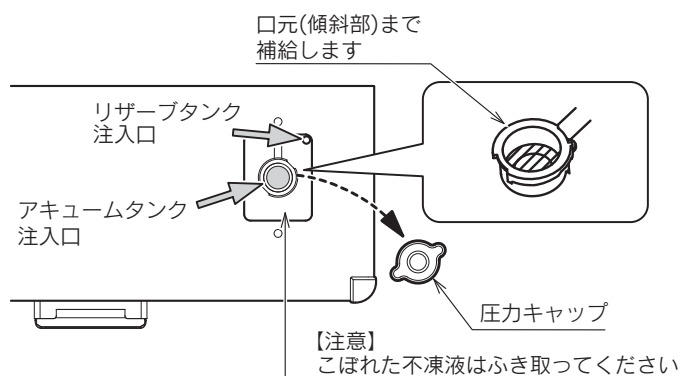

図1
4. アキュームタンク上部の圧力キャップを左に回してはずします。(図1)
7. 循環ポンプから音が聞こえなくなり、水位の減少や循環ポンプ停止後のあふれがなくなってから、(この状態で10分以上運転し配管内のエア抜きを行ってください。)循環ポンプ運転中にアキュームタンク注入口の口元(斜線部)まで補給し、圧力キャップを取付けます。(図1)圧力キャップは右に回してストッパーにあたって止まるまで確実に締めてください。(図1)